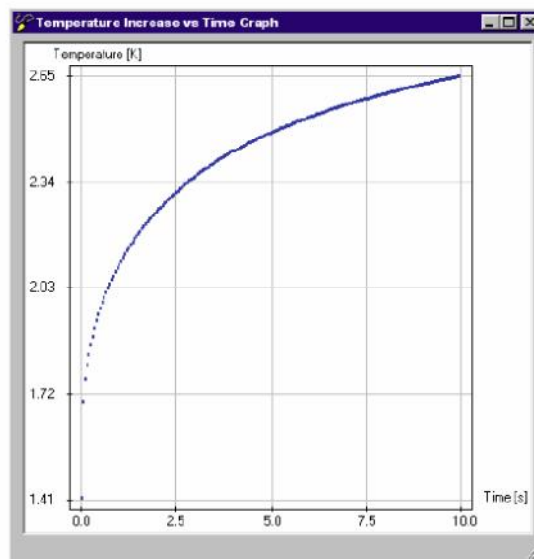

图 11
(8) 点击“Single Measurement”，点击“Run Experiment”，开始实验；
(9) 仪器先对电桥进行平衡，然后记录40秒基线，最后开始检测样品。实验结束后，出现图11所示；